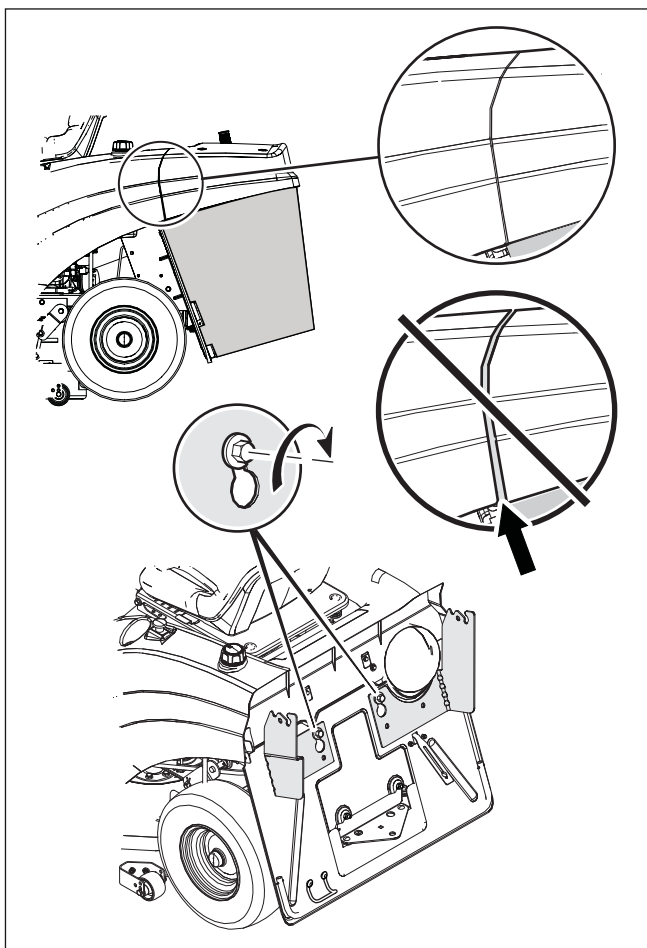

Abbildung 39
2. Falls erforderlich, stellen Sie die Abdeckung des Grasfängers durch Festziehen oder Lösen der Schrauben auf der Rückplatte ein (siehe **Abbildung 39**). Beim Festziehen der Schraube wird das Gehäuse des Grasfängers näher an die hintere Gehäusekarosserie heran gezogen, und beim Lösen der Schraube wird der Abstand zwischen den Teilen vergrößert.